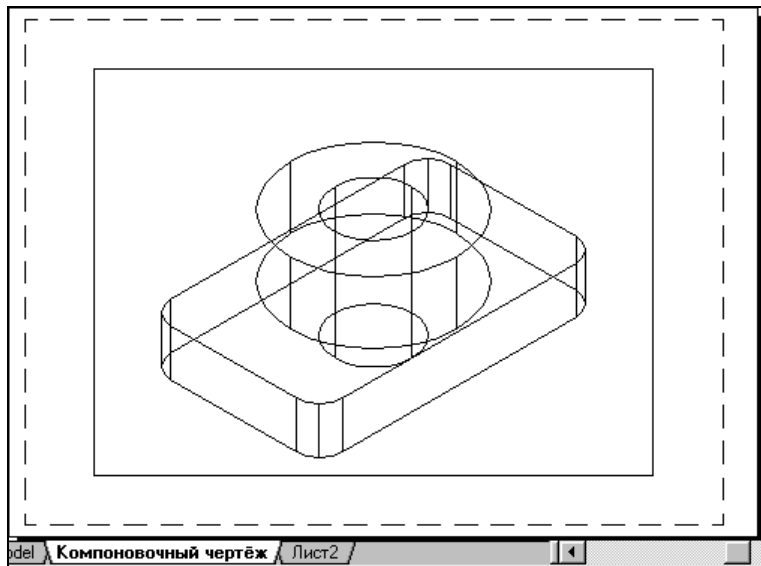

Рис. 8.3. Компоновка листа после ее переименования
3. Присвоить компоновке новое имя, например «Компоновочный чертеж» (рис. 8.3).